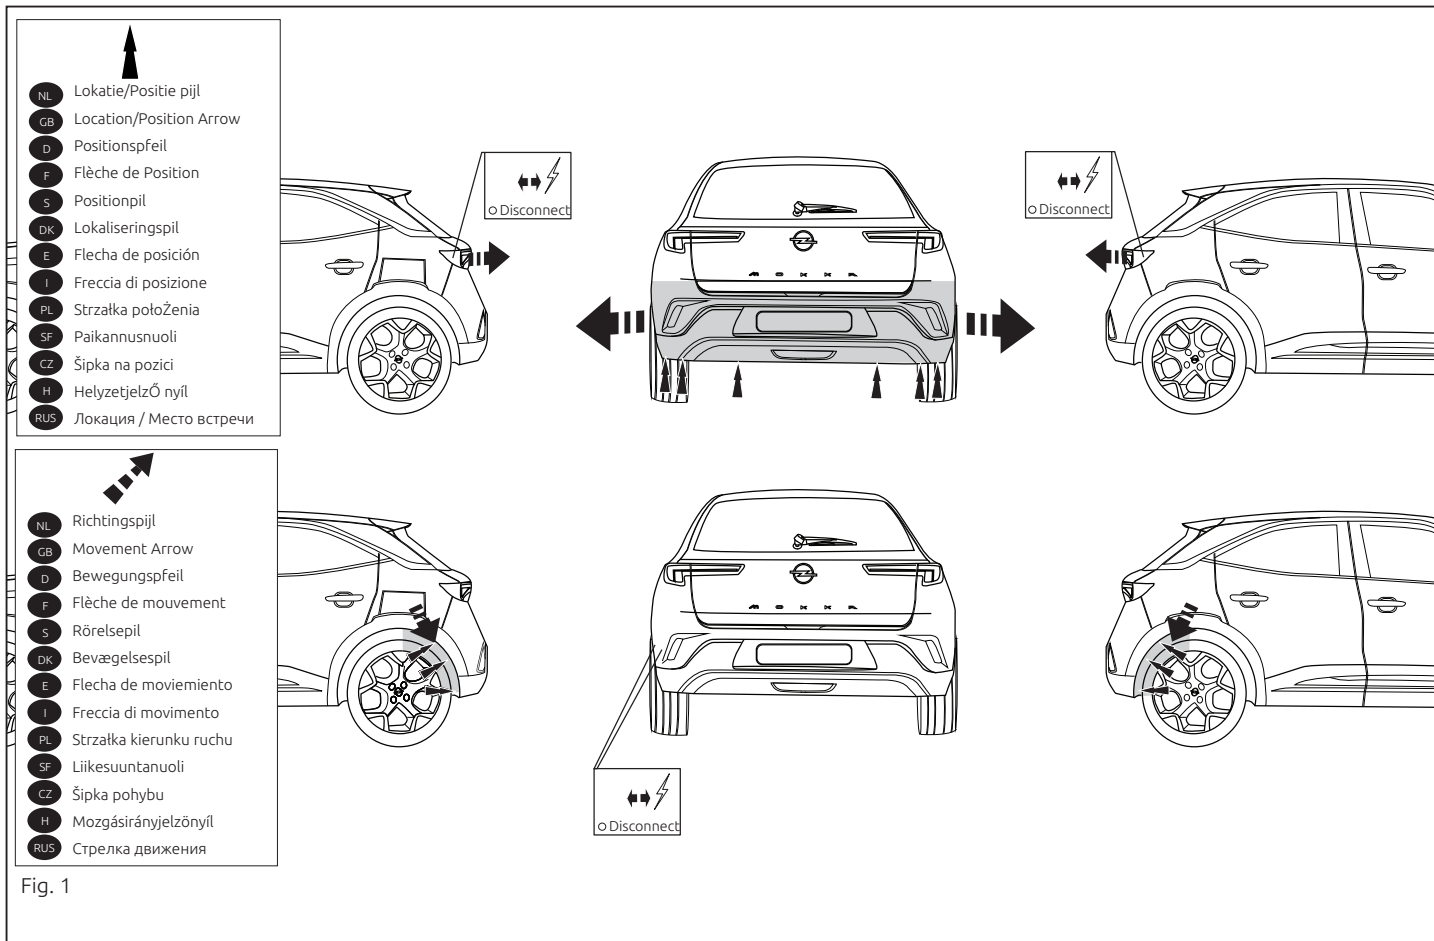

Fig. 1
2. Снять бампер. См. рисунок 1.